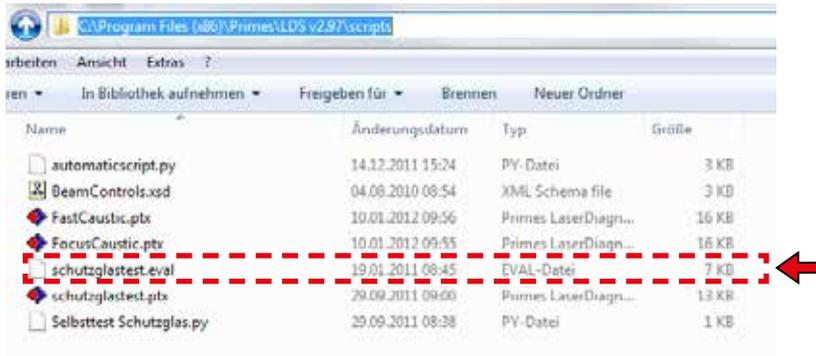

Abb. 19.23: Skriptverzeichnis
Mit der skriptgesteuerten LDS können Sie mehrere Strahlparameter vergleichen, um die Messung zu bewerten. Der Vergleich wird von Dateien mit der Erweiterung „*.eval“ gesteuert. Eine dieser Dateien wird bei der Installation der LDS ins Skript-Verzeichnis mitinstalliert (siehe Abb. 19.23).
6. Starten Sie den Windows® Explorer und kopieren Sie die Datei **BeamControls.xsd** vom Skriptordner (siehe Abb. 19.23) in das Speicherverzeichnis (BCS_Saves)